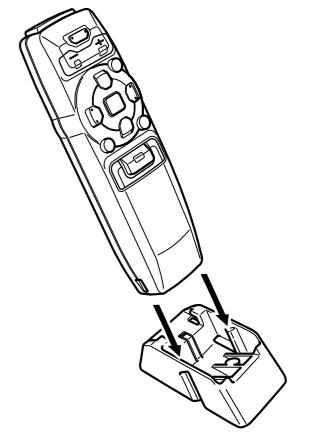
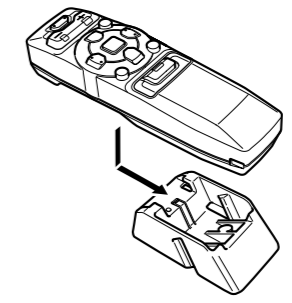
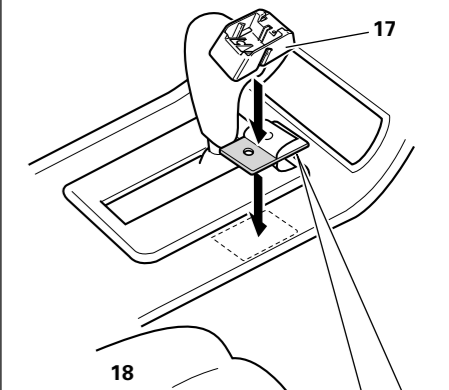

Fig. 11
Fig. 10
Fig. 12
**Fitting horizontally (Fig. 10)****Fitting vertically (Fig. 11)****Installation Using the Mounting Base (Fig. 12)**
**Colocación horizontal (Fig. 10)****Colocación vertical (Fig. 11)****Instalación usando solamente la base de montaje (Fig. 12)**